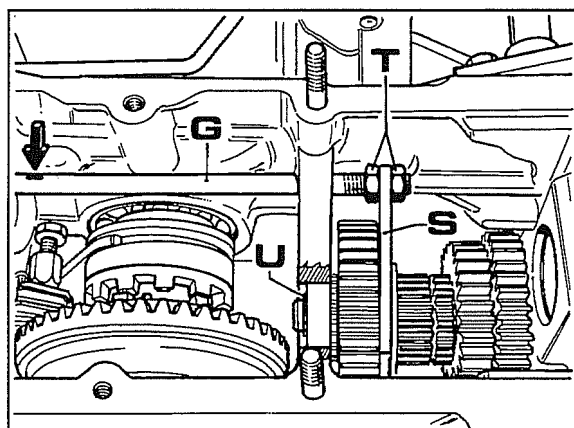

Fig. 15
3. Marcar a vareta **G** de comando do garfo tomada de força, no ponto indicado pela flecha na fig. 15. Esta operação torna-se necessária para manter a mesma posição da vareta em sentido rotatório durante a fase de montagem.
4. Desapertar o garfo **S** fig. 15 de selecção da tomada de força através das porcas **T**, e separá-lo da vareta.
5. Retirar o anel elástico Seeger **U** fig. 15 de bloqueio do casquilho.
- Quando se desmonta o garfo **S** da fig. 15, não esquecer rodar a respectiva vareta **G** com a marca na posição originária (ponto indicado pela flecha na fig. 15). Montar o garfo regulando-o na posição onde as folgas estão divididas em partes iguais na entrada das duas velocidades. Verificar também que na posição de ponto-morto não existam atritos e bloquear o garfo com as duas porcas ao mesmo tempo para não variar a posição da vareta relativamente à marca.